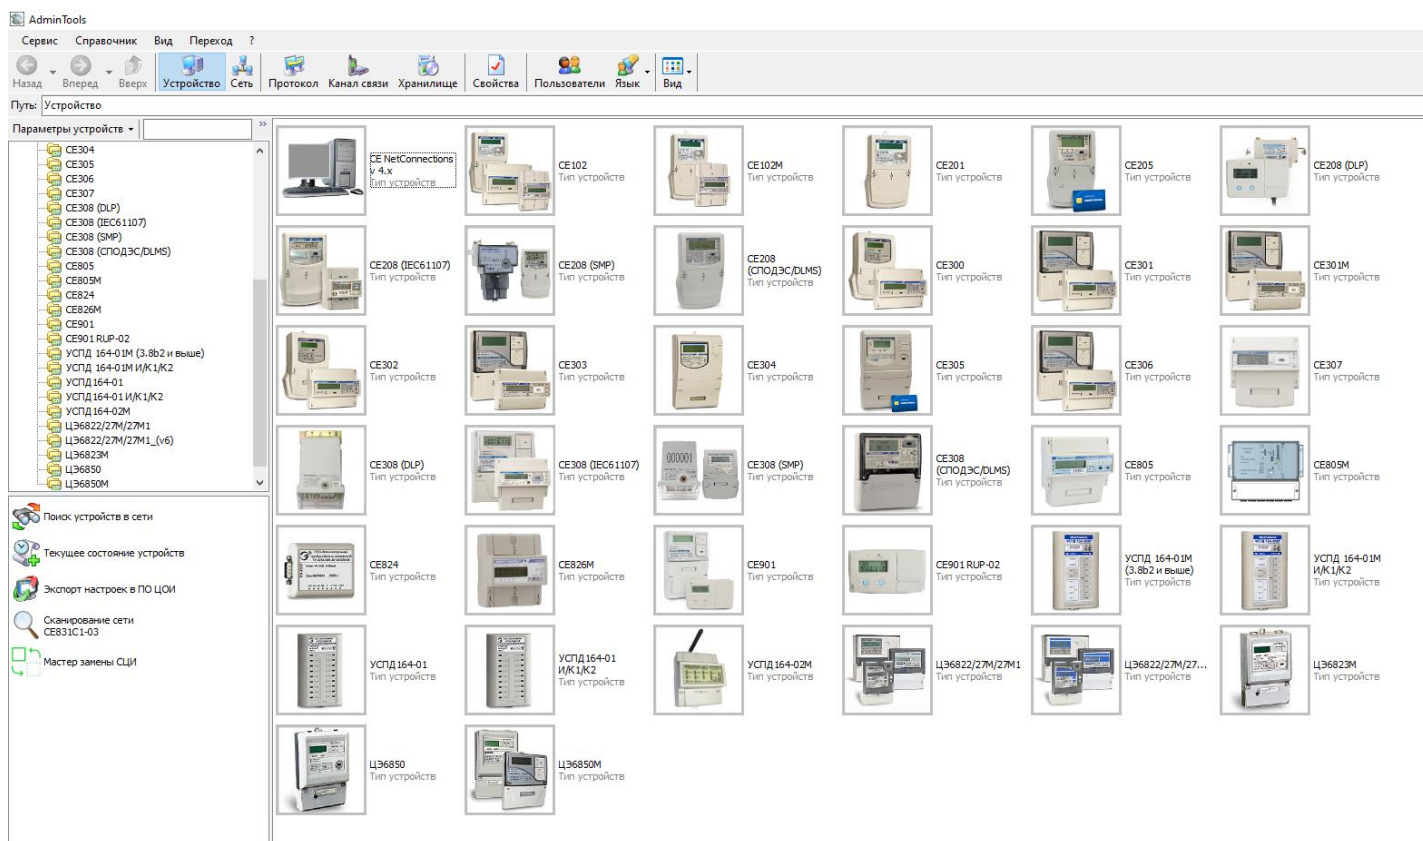

Рисунок 35 - Вид окна программы для выбора типа счётчика
5.3.4.3 В зависимости от типа протокола, выбранного в счетчике²⁵, необходимо выбрать тип устройства: «CE308 (IEC61107)» для CE308, «CE208 (IEC61107)» для CE208 (в дальнейшем CE_x08 (IEC61107)), или «CE208 (СПОДЭС/DLMS)» для CE208 и «CE308 (СПОДЭС/DLMS)» для CE308 (в дальнейшем CE_x08 (СПОДЭС/DLMS))» (см. Рисунок 35).